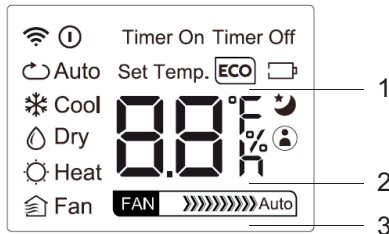

fig. 6 -
1. Funcionamento "ECO" (parte 1 "fig. 6 -") (o visor da unidade interior mostra a mensagem "E--C--O" com as letras que aparecem uma após a outra, seguidas da indicação da temperatura definida)
2. Funcionamento SLEEP (porm.2 "fig. 6 -")
3. Funcionamento "FOLLOW ME" (porm.3 "fig. 6 -")